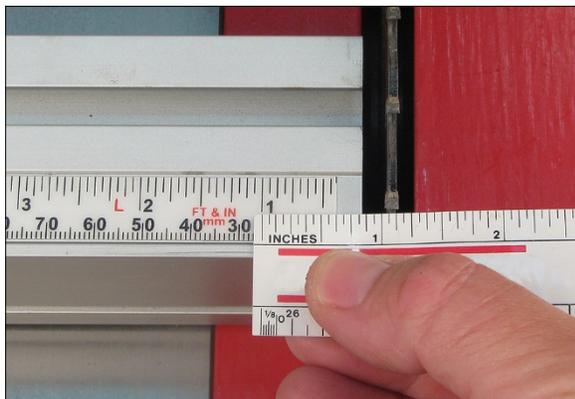

Рисунок 8-12
- С помощью отдельной шкалы отмерьте 30 мм от края зуба пильного диска. (Используйте край зуба, а не плоскую поверхность пильного диска, чтобы учесть фактическую ширину резания). См. Рис.8-12.